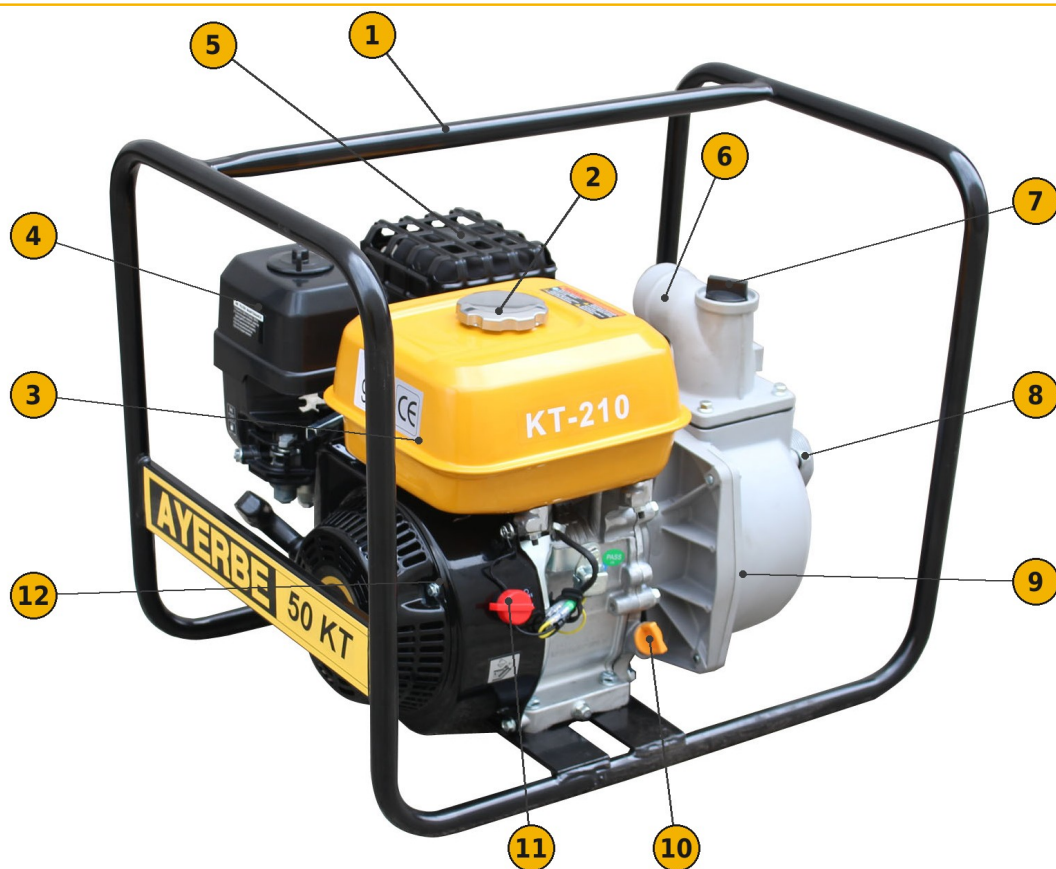

FIG. 2 — Composants principaux (AY-50 KT)
- 1) Motopompe en position horizontale et moteur arrêté, retirez le bouchon de remplissage d'huile (FIG. 2, 10).
- 1) Moteur arrêté et froid, retirez le bouchon du réservoir (FIG. 2, 2) et vérifiez le niveau.